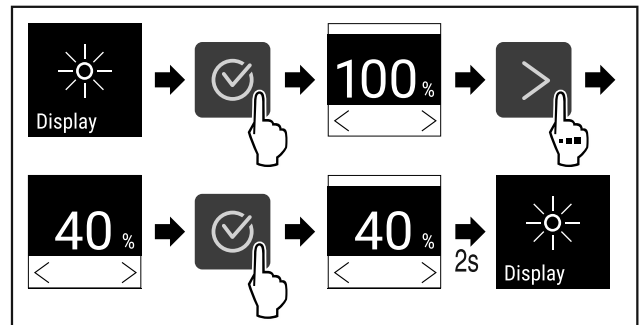

Fig. 72
- ▶ Kryeni hapat e veprimit (shihni Fig. 72).